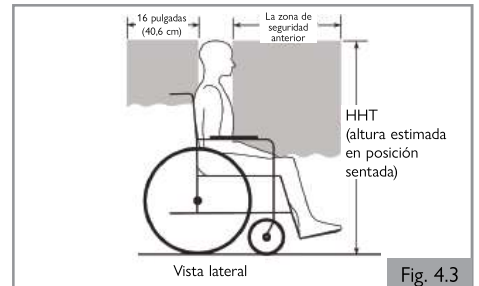

Fig. 4.3
4. La altura sentada estimada (HHT) desde el suelo hasta la parte superior de la cabeza del ocupante de la silla de ruedas oscila entre aproximadamente 47 pulg. (119 cm) para una mujer adulta pequeña y 61 pulg. (155 cm) para un hombre adulto alto (Fig. 4.3).